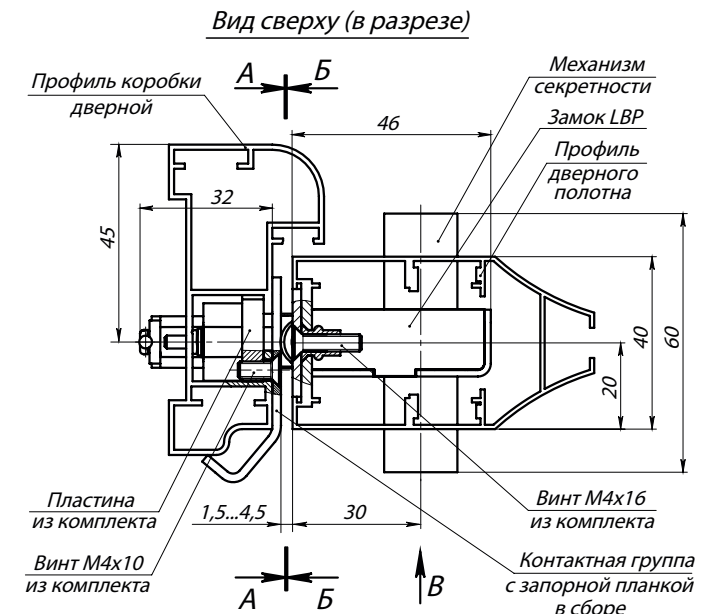

Рис. 2. Замок с контактной группой PERCo- BP1 в сборе (виды А, Б и В изображены на установочных шаблонах)
- профили дверного полотна Т34, Т53, Т81, Т85 и профиль дверной коробки Т72-14 (ООО «Петралюм»), или аналогичные им по своему сечению (см. рис. 2).
3. **Для замка с запорной планкой PERCo-BP1.** Установите замок (1) в заранее подготовленный паз в профиле дверного полотна и закрепите его двумя винтами М4х16 (5) из комплекта поставки (см. рис. 2).
- **Для запорной планки PERCo-BP1.** В профиль дверной коробки установите две пластины из комплекта поставки и зафиксируйте их винтами М4х10 (см. рис. 2). Установите запорную планку (6) в сборе с контактной группой (7) в заранее подготовленный паз в профиле дверной коробки. Закрепите запорную планку двумя винтами М4х10 (9) из комплекта поставки.
- **Для запорной планки PERCo-BP2.** Установите запорную планку (6) в сборе с контактной группой (7) в заранее подготовленный паз в профиле дверной коробки. Подложите под точки крепления запорной планки стойки из комплекта, после чего закрепите ее на профиле дверной коробки двумя винтами М4х25 (9).